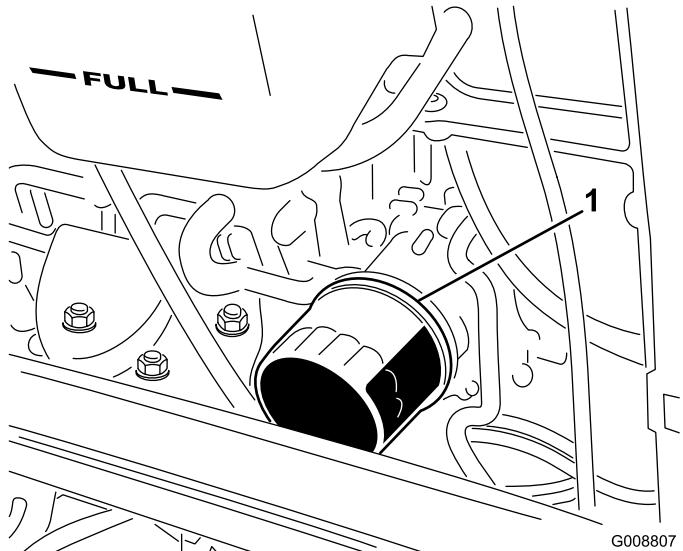

Figura 54
2. Togliete il filtro dell'olio (Figura 54). Applicate un velo di olio pulito sulla tenuta del nuovo filtro prima di avvitarla. **Non serrate troppo.**